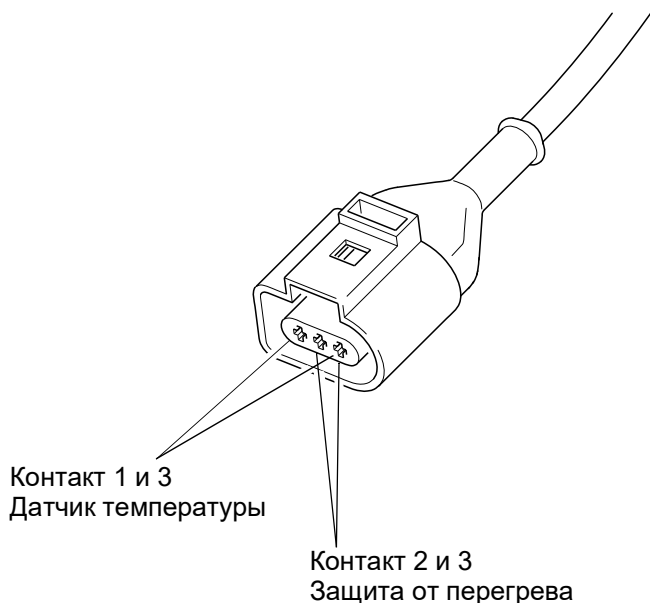

Рис. 502
3. Проверка электрооборудования с помощью прибора для измерения сопротивления. Электрическое сопротивление между выводами 1 и 3 (см. Рис. 502) при 0°C составляет 2000 Ом, между выводами 2 и 3 - 500 Ом. Оба сопротивления изменяются в зависимости от температуры. Соотношение между обоими сопротивлениями на датчике подогрева должно быть 1 : 4.